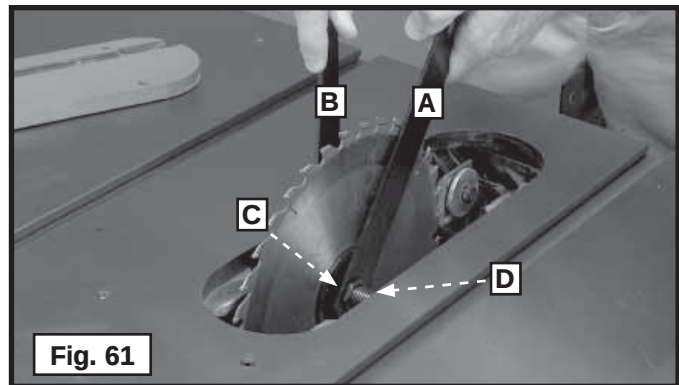

Fig. 61
NOTA: Se incluyen dos llaves de 22,22 mm (7/8") con la sierra para cambiar la hoja: Una llave abierta (A) Fig. 61 y una cerrada (B).
1. Quite el inserto para mesa (C) Fig. 61 y eleve la hoja de la sierra a su altura máxima.
2. Coloque la llave abierta (B) Fig. 61 en las partes planas del eje de la sierra para evitar que éste gire, y utilice la llave cerrada (A) para girar la tuerca del eje (D) hacia el frente de la hoja para aflojarla. Retire la tuerca del eje, la brida de la hoja (C) y la hoja de la sierra.
3. Coloque la hoja nueva en el eje, asegurándose que los dientes apunten hacia abajo cuando la hoja rote hacia el frente de la mesa de la sierra. Ensamble la brida externa y la tuerca del eje para asegurar la hoja. Con la llave (B) Fig. 61 en la parte plana del eje para evitar que éste rote, ajuste la tuerca del eje girando la llave (A) hacia la parte trasera de la sierra.